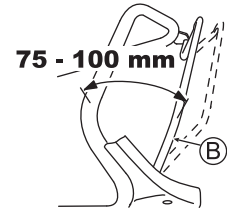

Fig. 32
Réglez de telle façon que la machine fonctionne (l'embrayage s'engage) lorsque la distance entre le levier d'embrayage (B) et le guidon est de 75 - 100 mm ainsi qu'illustré dans la Fig. 32.